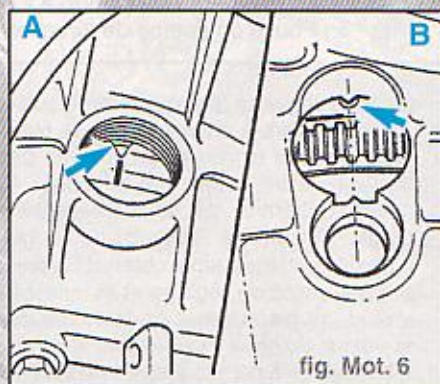

fig. Mot. 6
• pour boîte de vitesses manuelle (fig. Mot. 6)